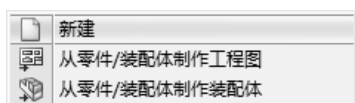

图 8-3 【新建】下拉菜单
(1) 打开任意一个零件模型。
(2) 单击快捷工具栏上的【新建】下拉菜单,如图 8-3 所示,选择【从零件/装配体制作工程图】。